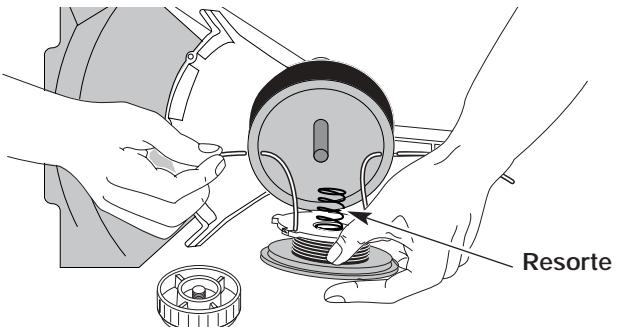

Fig. 35
13. Inserte los extremos de la línea a través de los ojalillos de la bobina exterior y coloque el carrete interior con el resorte dentro de la bobina exterior (Fig. 35). Empuje el carrete interior y la bobina exterior entre sí. Mientras sostiene el carrete interior y la bobina exterior, tome los extremos y tire con firmeza para soltar la línea de las ranuras de fijación de la bobina.
- Inserte los extremos de la línea en los ojalillos de la bobina exterior (Fig. 35).